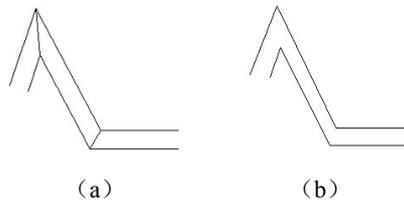

图 3-30 显示和关闭连接的多线
- 显示连接：选择此项，连续绘出的多线在转折处显示出交叉线，如图 3-30 (a) 所示；否则不显示出交叉线，如图 3-30 (b) 所示。